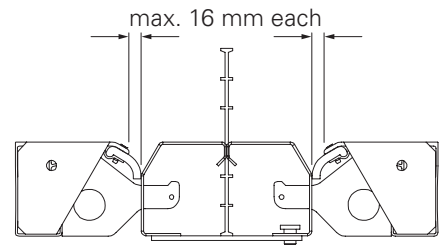

Fig. C9.07
- 1x Stop. Panel TRIO MTF (**102**) (Fig. C9.07)